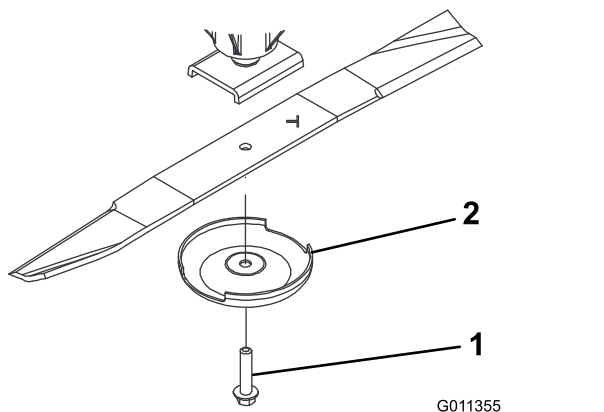

Рисунок 100
3. Снимите болт ножа, защитный колпак и нож с вала шпинделя (Рисунок 100).